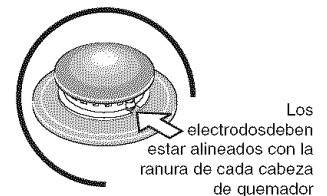

Figura 6B
4. Haga concordar las letras estampadas en los deflectores de los quemadores con las de las cabezas y tapas de los quemadores. Vuelva a colocar las cabezas y tapas de los quemadores en la cubierta. Alinee cuidadosamente los electrodos en la ranura o agujero de cada cabeza de quemador (Figura 6B).